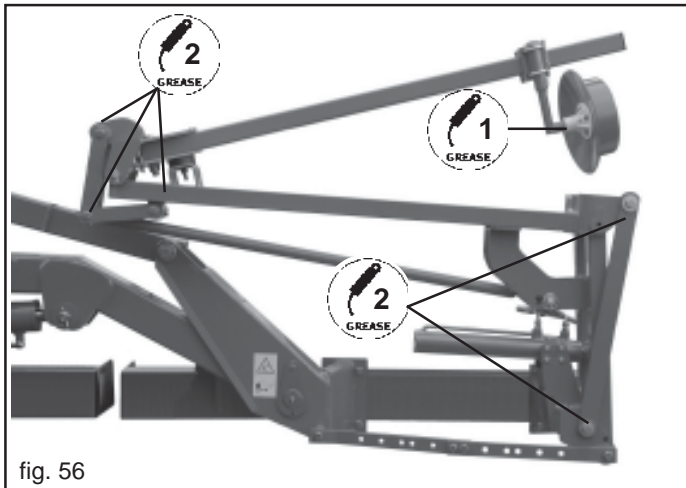

fig. 56
- Ingrassare il perno dei dischi segnafile (1, Fig. 56).
- Ingrassare il perno del braccio segnafile (2, Fig. 56).